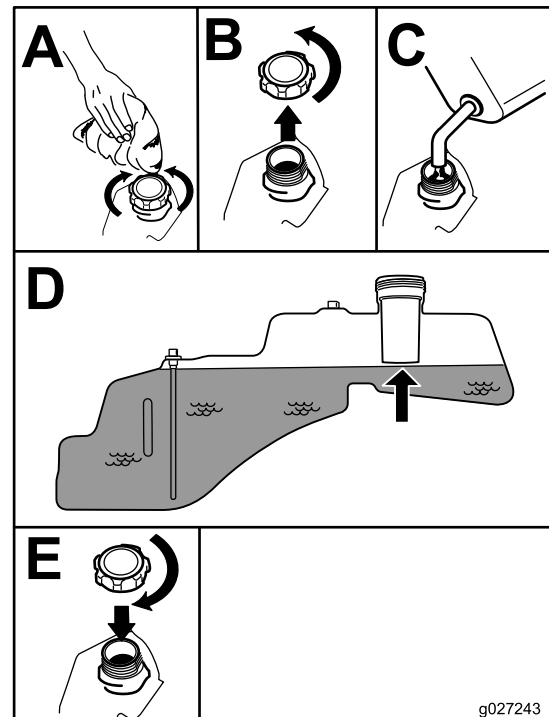

Bild 8
5. Füllen Sie den Kraftstofftank bis zur Unterseite des Füllstutzens (**Bild 8**).